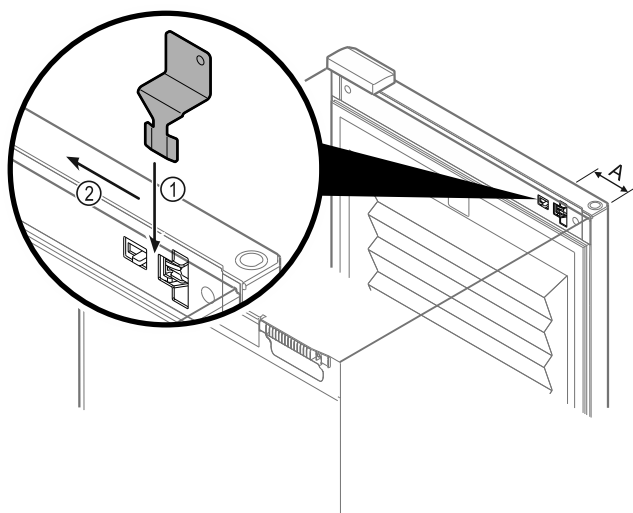

Fig. 218
- ▶ Laikykite avarinio atrakinimo raktą nurodytoje vietoje Fig. 218 (A)  $\approx$  100mm.
- ▶ Įkiškite avarinio atrakinimo raktą tarp durų ir prietaiso korpuso iš viršaus iki galo Fig. 218 (1).
- ▶ Patraukite avarinio atrakinimo raktą lankstų pusės kryptimi Fig. 218 (2).